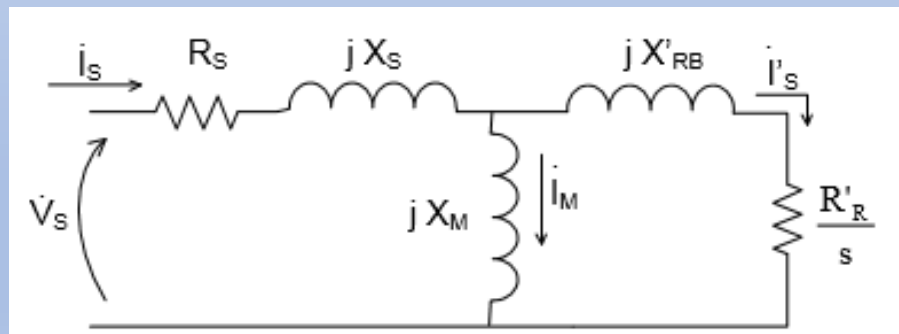

Fig. 6 – Circuito equivalente do MIT
- ❖ O circuito do MIT por fase, visto do estator é então apresentado na Fig. 6.
- ❖ Uma modificação no circuito equivalente, como apresentado na Fig. 6, pode ser feita reescrevendo o termo $\frac{R'_R}{s}$ da seguinte maneira: